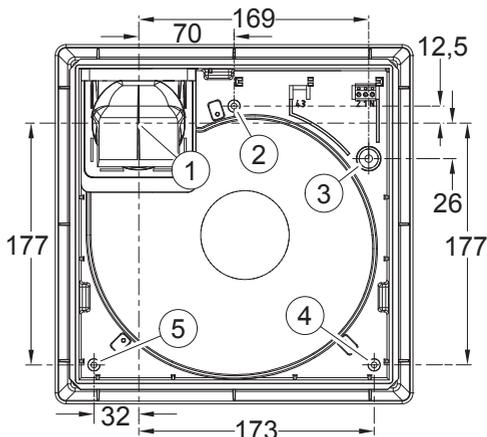

Рис. 20: план расположения отверстий для высверливания
Пояснения к рис. 20:
- ▶ Проверьте расстояние между центром вытяжной трубы в стене (соответствует поз. 1 на рис. 20) и выходным отверстием в стене для сетевого кабеля и, при необходимости, кабеля линии управления (соответствует поз. 3 на рис. 20).
- ▶ Протяните сетевой кабель и, при необходимости, кабель линии управления через отверстие (поз. 3 на рис. 20) в задней стенке корпуса.
- ▶ Закрепите корпус настенного монтажа тремя винтами, размер 4 x 40, поз. 2, поз. 4 и поз. 5 на рис. 20.